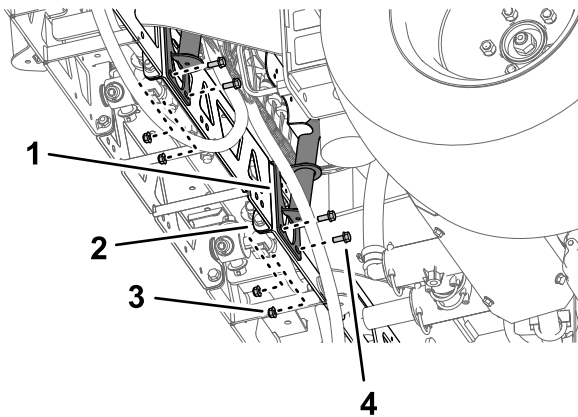
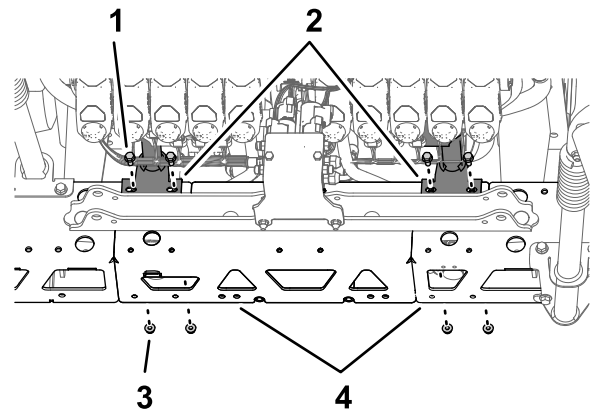

图 109
图 110
2. 将阀门安装架的安装支架上的孔与中间喷洒段桁架框架上的孔对齐图 109。
3. 使用 4 个螺栓 5/16 x 3/4 英寸和 4 个凸缘锁紧螺母 5/16 英寸将阀门安装架安装到桁架框架上图 109 和图 110。